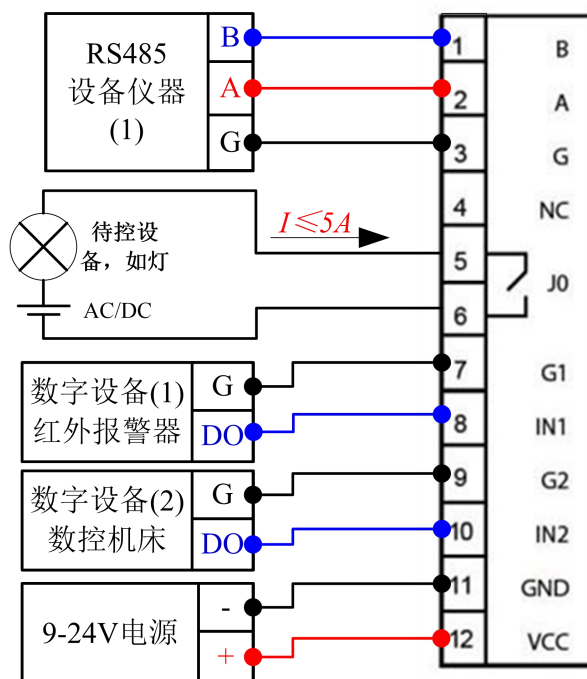

图 1
(1) 设备都有外部电源供电时（网关供电可以由“电源适配器”和“接插件端口接入”的方式，图为“接插件端口接入”方式）接线如图 1：